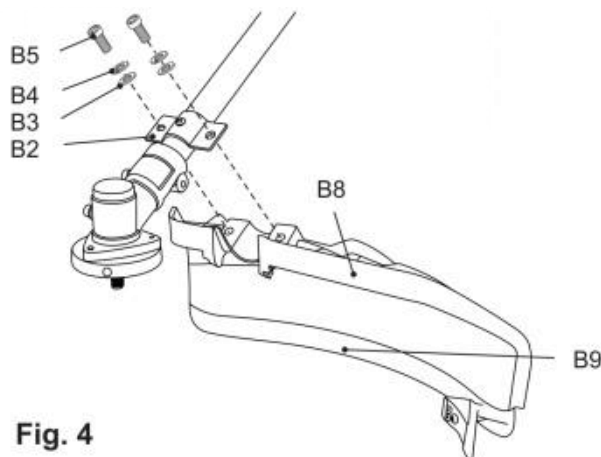

Fig. 4
18) Fissare il collegamento con i bulloni (B5) , le rondelle elastiche rs((B4)) e le rondelle (B3)) utilizzando lo strumento (E4) .(Fig.4).